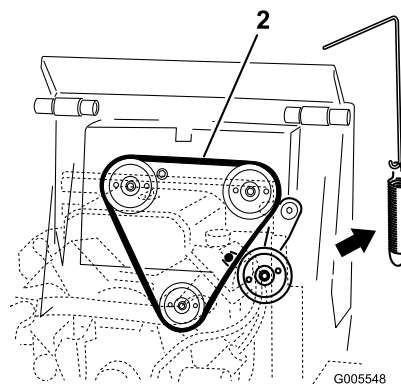

Figure 44
4. Enlevez le ressort de poulie de l'ensemble poulie de tension (Figure 44).
6. Placez une courroie d'entraînement neuve sur les trois poulies (Figure 44).